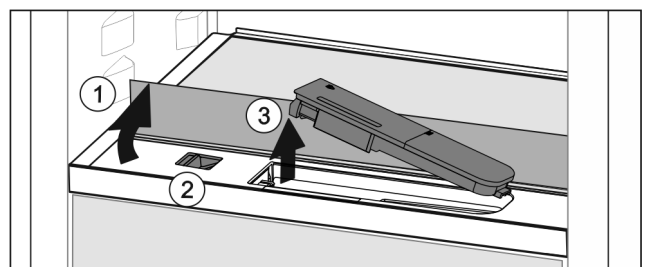

Fig. 46
- ▶ Levante la plancha de cristal y pliéguela hacia detrás hasta que haga tope Fig. 46 (1).
- ▶ Desplace el control deslizante Fig. 46 (2) hacia la izquierda.
- ▶ Retire el depósito de agua *Fig. 46 (3)*.